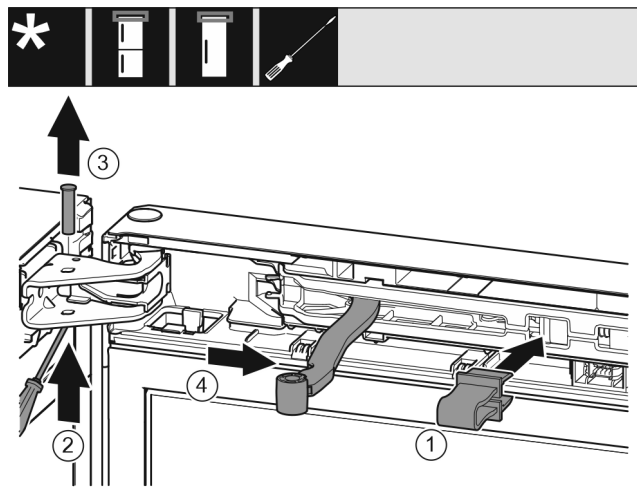

Fig. 11
- Enclencher la fixation Fig. 11 (1) dans l'ouverture.
- Dévisser l'axe Fig. 11 (2).
- Retirer l'axe Fig. 11 (3) par le haut.
- Tourner la jointure Fig. 11 (4) en direction de la porte.